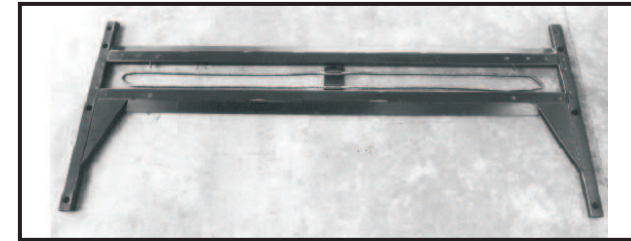
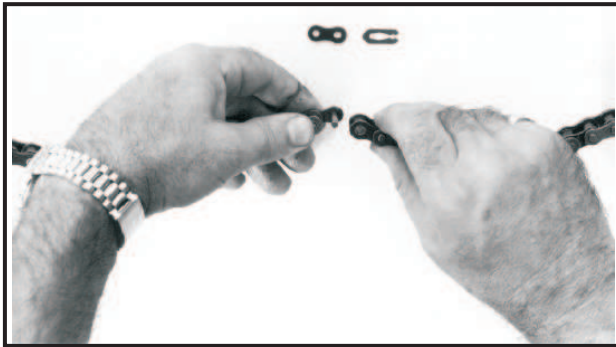

Fig.32 - Abb.32
Fig.33 - Abb.33
- 4 - Stendere la catena, posizionarla nelle apposite guide (Fig.32) ed unire le due estremità mediante il giunto (Fig.33).
- 4 - Lay the chain in the guides (Fig.32), and connect the ends with the split link (Fig.33).
4- Etendre la chaîne, la positionner dans les guides (Fig. 32) et connecter les deux bouts à l'aide de l'axe de raccord (Fig. 33).
- 4- Die Kette ausrollen und sie in die speziellen Führungen legen (Abb. 32); die beiden Kettenenden mittels des Anschlussglieds miteinander verbinden (Abb. 33).
- 4 - Extender la cadena, colocarla en las guías correspondientes (Fig. 32) y unir los dos extremos mediante la conexión (Fig. 33).